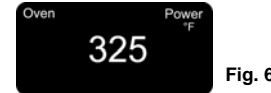

Fig. 6
2. Appuyez sur le bouton Augmentation/Diminution pour régler la température pour le rôti. (Fig. 6)